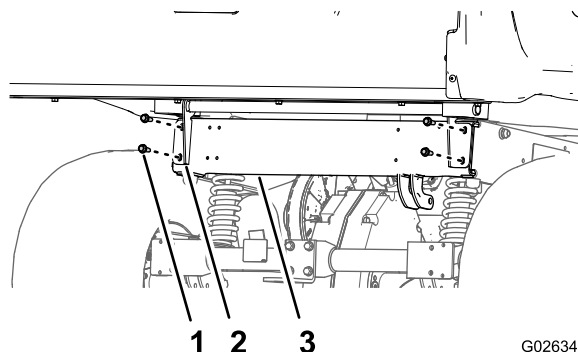

Рисунок 19
7. Осторожно опускайте грузовой кузов, пока отверстия в кронштейнах поворота не совпадут с монтажными отверстиями грузового кузова в заднем швеллере рамы (Рисунок 19).
8. Прикрепите кронштейны шарнира к заднему швеллеру рамы с помощью 4 болтов с фланцевыми головками (3/8 x 1 дюйм), которые вы сняли при выполнении действий, описанных в пункте 8 подраздела Машины с ручным подъемом грузового кузова (страница 3); см. Рисунок 19.
3. Осторожно опускайте грузовой кузов, пока отверстия в кронштейнах шарнира не совпадут с монтажными отверстиями грузового кузова в заднем швеллере рамы (Рисунок 19).
4. Прикрепите кронштейны поворота к заднему швеллеру рамы с помощью 4 болтов с фланцевыми головками (3/8 x 1 дюйм), которые вы сняли при выполнении действий, описанных в пункте 8 подраздела Машины с электрическим подъемом грузового кузова (страница 5); см. Рисунок 19.